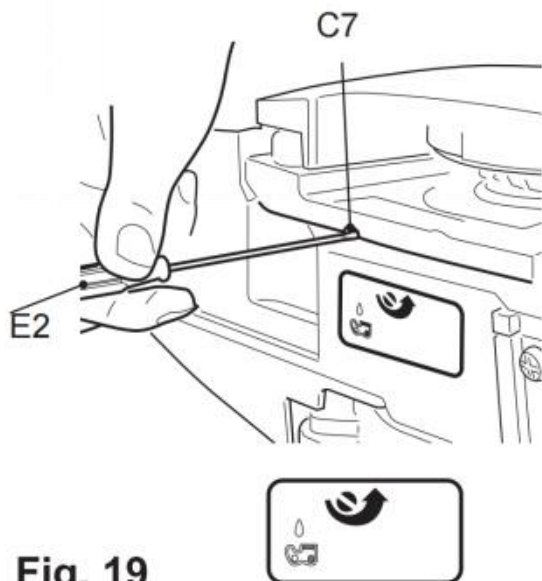

Fig. 19
- 4) Ruotare la vite di regolazione (C7) dell'ingrassatore sul fondo del prodotto per regolare il flusso dell'olio della catena con l'utensile multifunzione (E2) (Fig. 19).